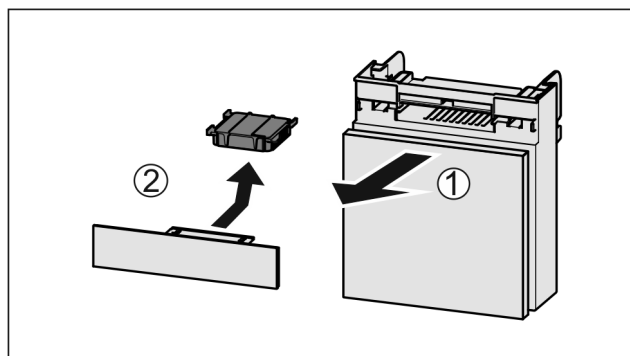

Fig. 110
- ▶ 向前拉出 Fig. 110 (1) 抽屉。
- ▶ 取出 Fig. 110 (2) 活性炭过滤器。